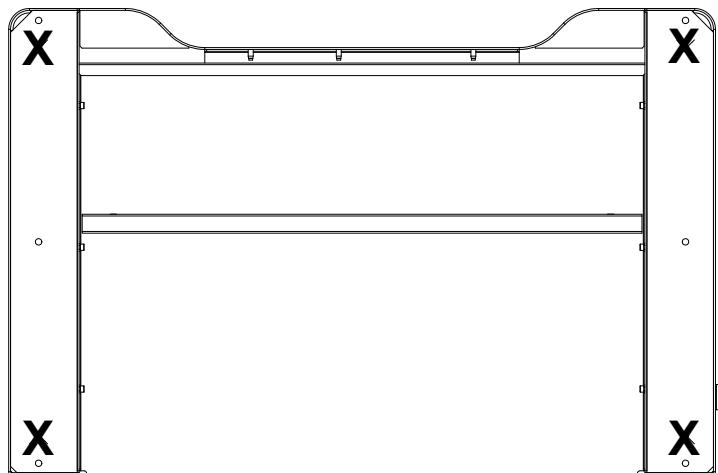

Figura 19. Parte inferiore del telaio che mostra la posizione dei piedini del telaio
6. Individuare eventuali piedini del telaio che possono essere stati rimossi per imballare il telaio allo skid e reinstallarli nelle posizioni mostrate in Figura 19 a pagina 71.